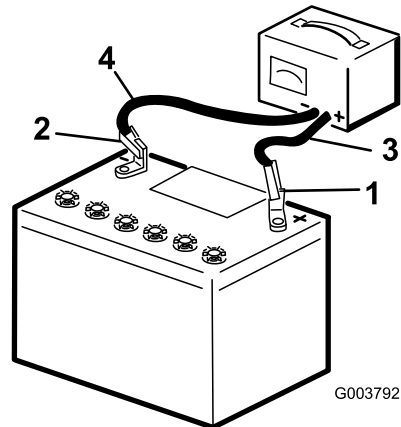

Рисунок 50
- Заряжайте аккумуляторную батарею током от 3 до 4 А в течение 4 – 8 часов (Рисунок 50). Не допускайте избыточного заряда аккумулятора.
- После полной зарядки аккумулятора отсоедините зарядное устройство от электророзетки, а затем отсоедините провода зарядного устройства от штырей аккумулятора (Рисунок 50).